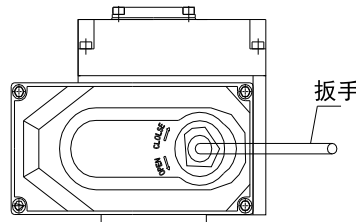

图 16
10.1 手动操作 (图 16) Manual Operation